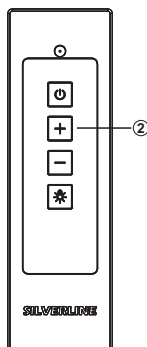

Abb. 15
1. ➔ Drücken Sie über Fernbedienung die Taste (+) die Tasten (Abb. 15).